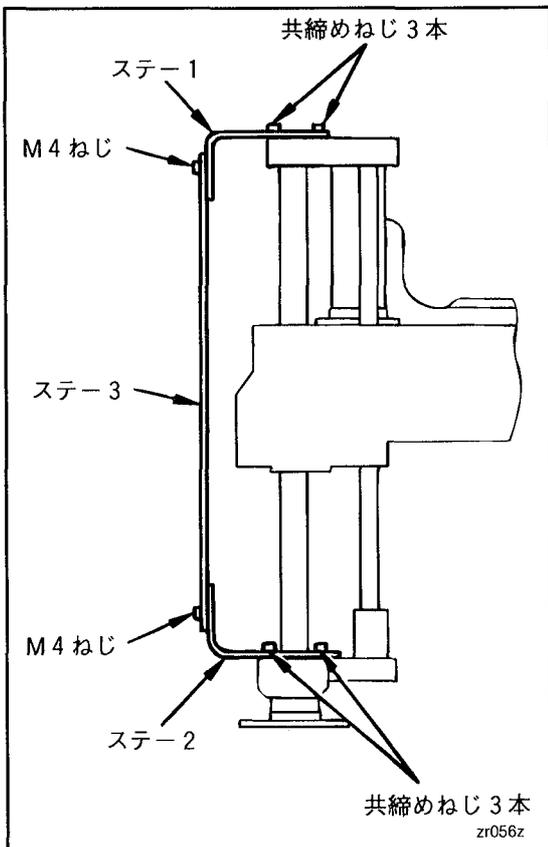

図5-73 ステア1・2・3の取り付け
- ③ステア1・ステア2を図5-73のように上下軸の上部、下部にあるベアリングカバー部に共締めします。